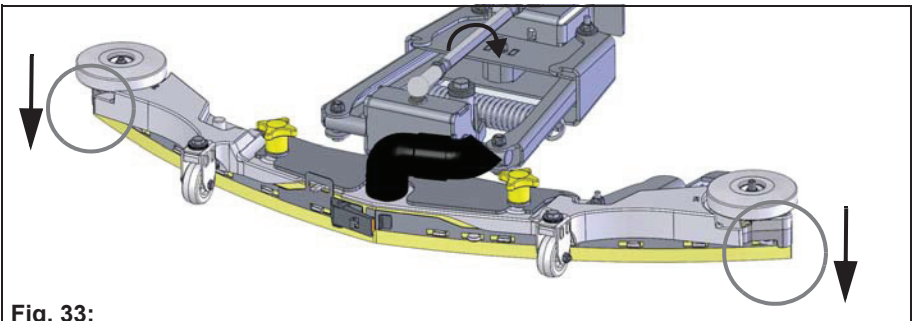

Fig. 33:
- Rotation de la tige filetée dans le sens des aiguilles d'une montre : l'écart entre la bande d'étanchéité et le sol rétrécit aux extrémités **Fig. 33**.